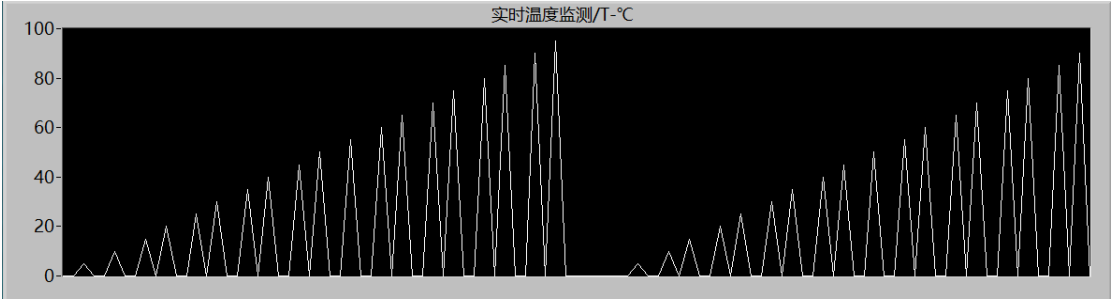

图 2-2 波形图表
2、设置完成后，点击“打开串口”按键即可开始读取串口数据，并将其打印到波形图表中，如图 2-2 所示，点击“关闭串口”按钮，即可关闭串口数据接收。